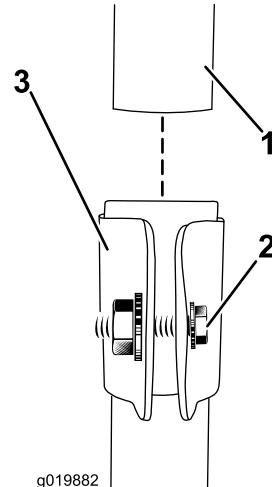

Figure 1
- Glissez le montant supérieur dans le montant inférieur, en alignant la rainure du montant supérieur sur la rainure du montant inférieur, et serrez la vis pour empêcher le montant supérieur de bouger pendant l'utilisation (Figure 1).